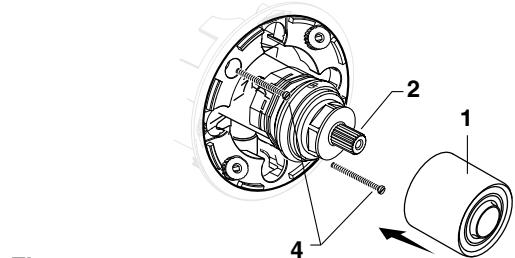

Figure 1a.
- Figure 1a.** Enfoncez le CAPUCHON (1) sur la CARTOUCHE (2) jusqu'à ce qu'il soit bien assis contre l'arrêt.